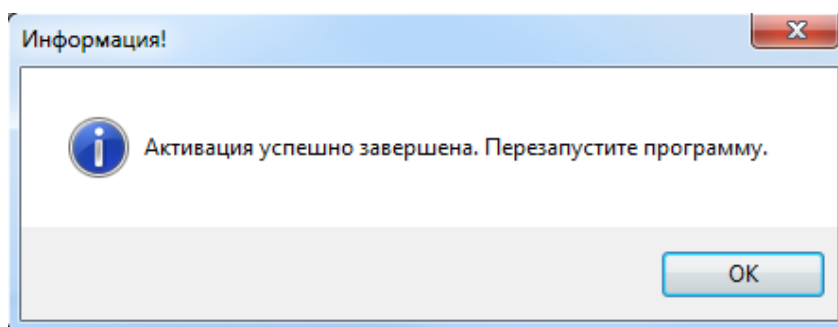

Рисунок 4.6
4.1.1.8 После нажатия кнопки **Открыть** отобразится информационное окно об успешном завершении активации и необходимости перезапуска программы (см. рисунок 4.6).